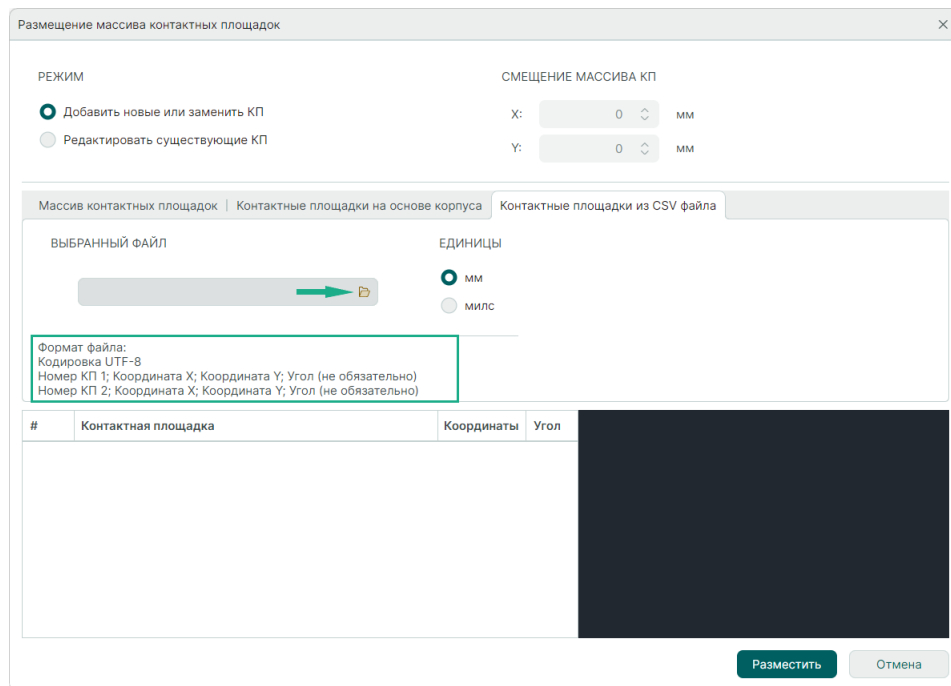

Рис. 101 Переход к выбору csv –файла
- Нажмите на символ , чтобы выбрать csv - файл для загрузки элементов массива, см. Рис. 101.